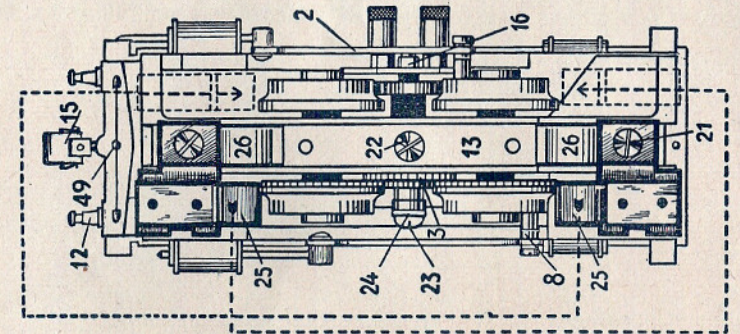

Abb. 2
- die zwei Außenschleifer (25) müssen auf **der** Außenschiene schleifen, die in dem für die Lok vorgesehenen Stromkreis liegt (Zwei-Zug-System). Unter Umständen sind die zwei Schleifer gegeneinander zu vertauschen (s. Abb. 2).